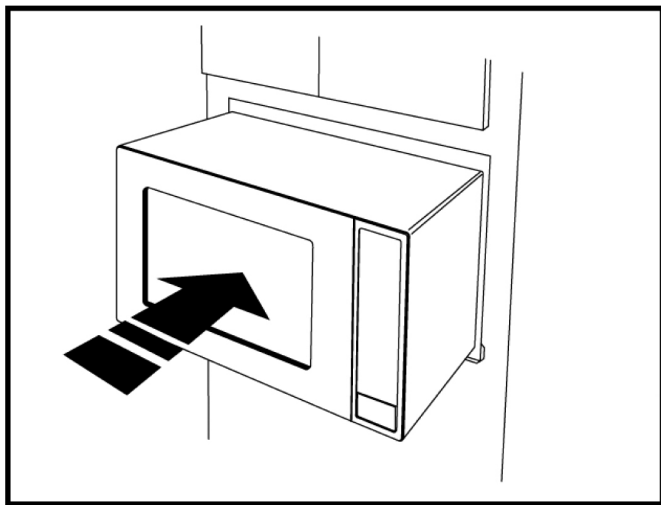
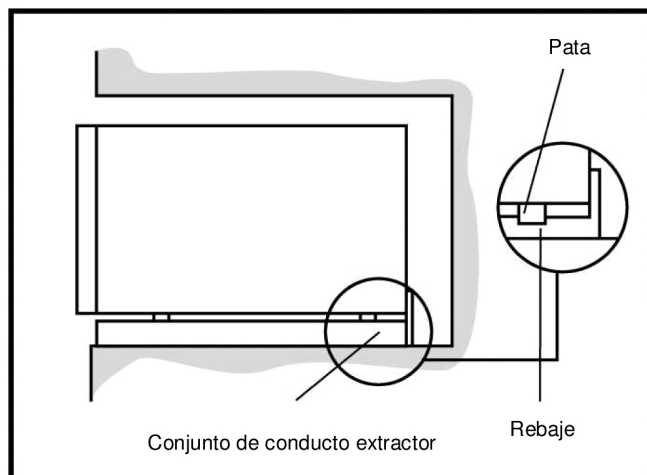

Ilustración 4
Ilustración 5
2. Guíe cuidadosamente el horno ensamblado hacia el interior de la abertura preparada. Deslice el horno sobre el conjunto de conducto extractor. Véase la ilustración 4. Evite comprimir el cordón entre el horno y la pared. Ajuste la posición del horno, de manera que las patas del horno encajen en los rebajes del conjunto del conducto extractor. Véase la ilustración 5.